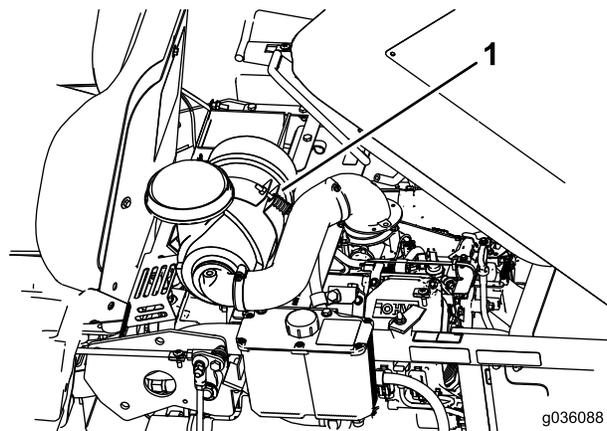

Figura 36
3. Para aceder ao trinco inferior, retire o parafuso, abra o grampo e erga o filtro (Figura 36).
5. Passe o filtro de ar pelo grampo e fixe-o com o parafuso que retirou anteriormente (Figura 36).